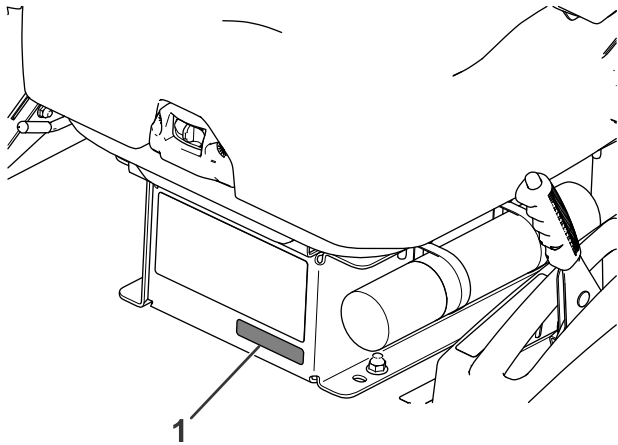

Figure 7
1. Appelez l'autocollant sur la machine, comme montré à la Figure 7.